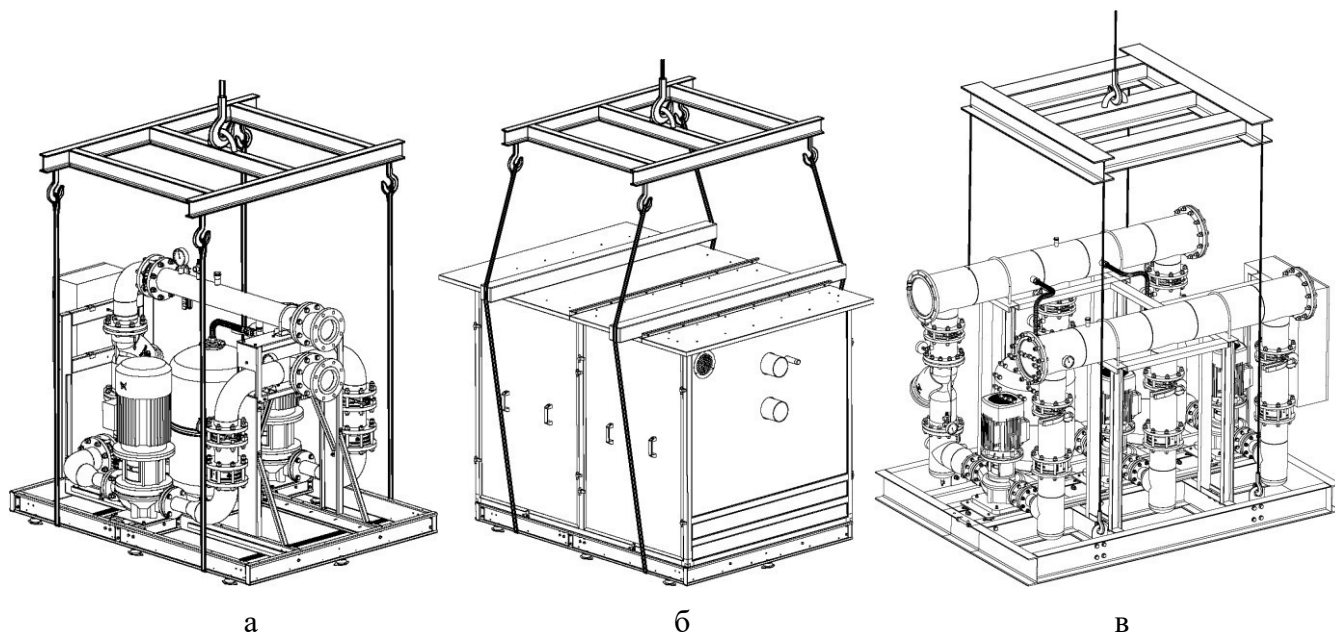

Рис. 3. Схема строповки гидро модуля: а – внутреннее исполнение; б – наружное исполнение; в – при наличии проушин.
6.2. Поднимать гидро модуль для перемещения и установки на место работы следует с помощью крана, схема строповка гидро модуля при подъеме краном указана на рис. 3.
6.4. Установка гидро модуля должна быть произведена таким образом, чтобы сохранить доступ ко всем присоединительным патрубкам и фланцам, шкафу электроподключений, а также запорной арматуре и фильтрам. Следует оставить свободное место для обслуживания гидро модуля с двух длинных сторон не менее 800 мм, со стороны шкафа электроподключений – 600 мм (рис. 3).